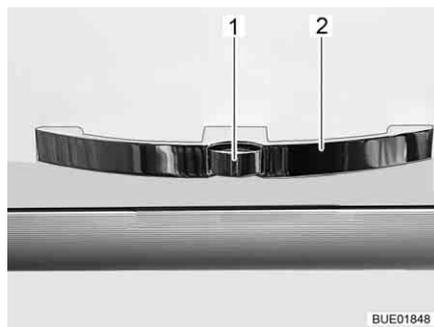

Fig. 47 Porte de placard avec poignée (exemple)
- Appuyer sur le bouton de déverrouillage (Fig. 47,1) de la poignée (Fig. 47,2) et le maintenir enfoncé.